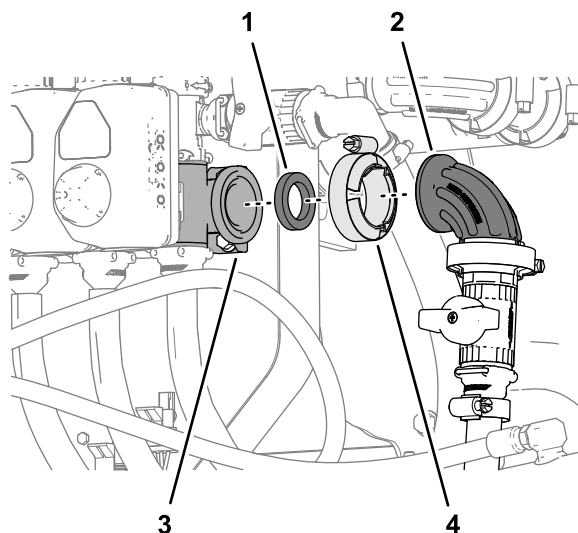

图 136
- 使用法兰夹具和垫片将可选喷枪杆套件或电动软管卷套件切断阀的 90° 接头组装到喷嘴阀 10 的法兰上并用手紧固夹具图 136。